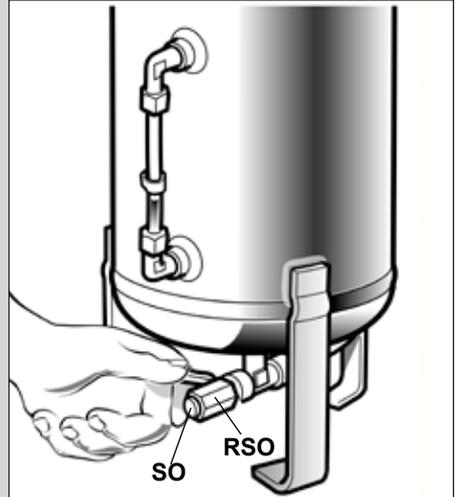

Fig. 25
- Откройте кран маслослива **rso** и начните слив (рис. 25)